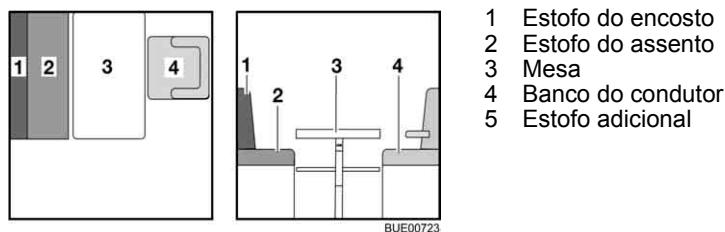

Fig. 121 Antes da transformação
- Gire o banco do condutor (Fig. 121,4) e empurre-o totalmente para diante.
- Transforme a mesa (Fig. 121,3) em base para cama (ver ponto 6.11).
- Ponha de lado o estofa do encosto (Fig. 121,1).